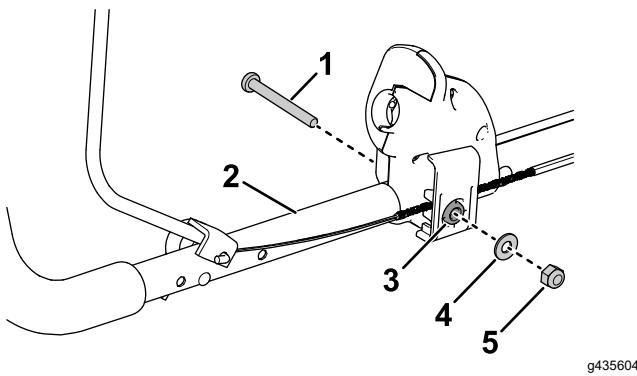

Figure 1
2. Sur le guidon, retirez le câble de commande de présence de l'utilisateur (Figure 1).
8. Avec les fixations retirées à l'opération **2**, fixez le long câble de commande de présence de l'utilisateur qui est fourni sur la partie supérieure du guidon (**Figure 1**).